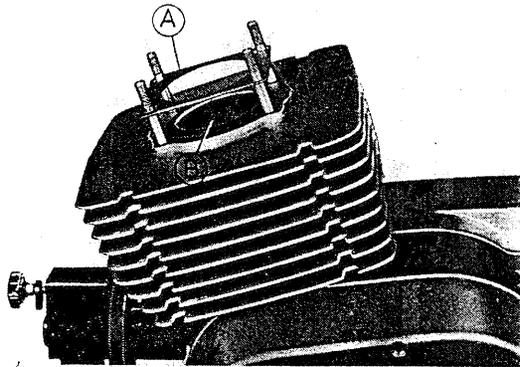

Fig. 269. Montage des rondelles compensatrices
A la chemise de cylindre, en haut, on a ajouté au tour un collet de 2 mm de hauteur (voir fig. 269) (B) qui assure le centrage des rondelles compensatrices et empêche le contact direct de la température de combustion avec les rondelles compensatrices. Après avoir mesuré la cote d'interstice, la rondelle neuve déterminée est posée sur le cylindre à travers le collet de centrage (B).